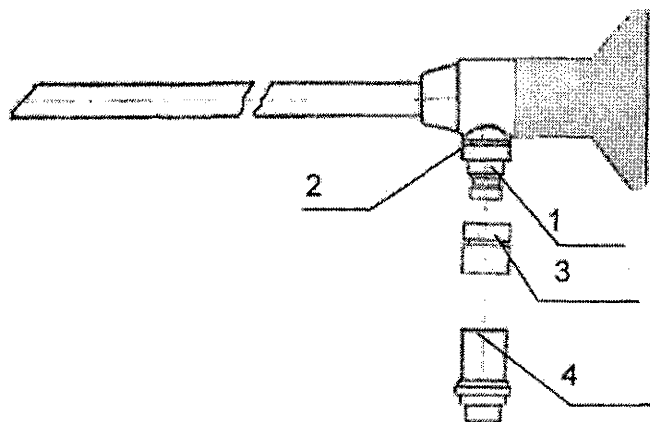

рис. 2.
Прибор позволяет использовать для работы осветители фирм "Шторц", "Вольф", "Олимпас"; для этого в комплекте прибора предусмотрены сменные втулки (рисунок 2).
7.3 Соедините оптическую трубку с волоконным световодом. При работе с осветителями фирм "Шторц", "Вольф", "Олимпас". предварительно снимите подвижное кольцо с присоединительного элемента оптической трубки и наверните сменную втулку для соединения с волоконным световодом соответствующей фирмы (см. рисунок 2). Другой конец волоконного световода присоедините к осветителю. Осветитель включите в сеть. Включите тумблер осветителя и убедитесь в том, что лампа горит, и свет выходит из дистального конца оптической трубки.